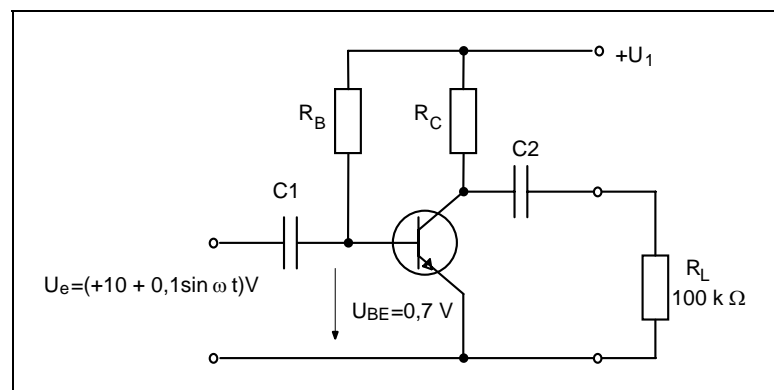

Bild 1: Kleinsignalverstärker in Emitterschaltung
- 2.3. Bestimmen Sie die passiven Bauelemente der Verstärkerschaltung aus Bild 1. Legen Sie für die Widerstände den Nennwert (Baureihe E 24) und die Verlustleistungsklasse und für die Kondensatoren den Nennwert (Baureihe E 12) und die Nennspannung fest. Wählen Sie geeignete Bauelemente-Typen aus.